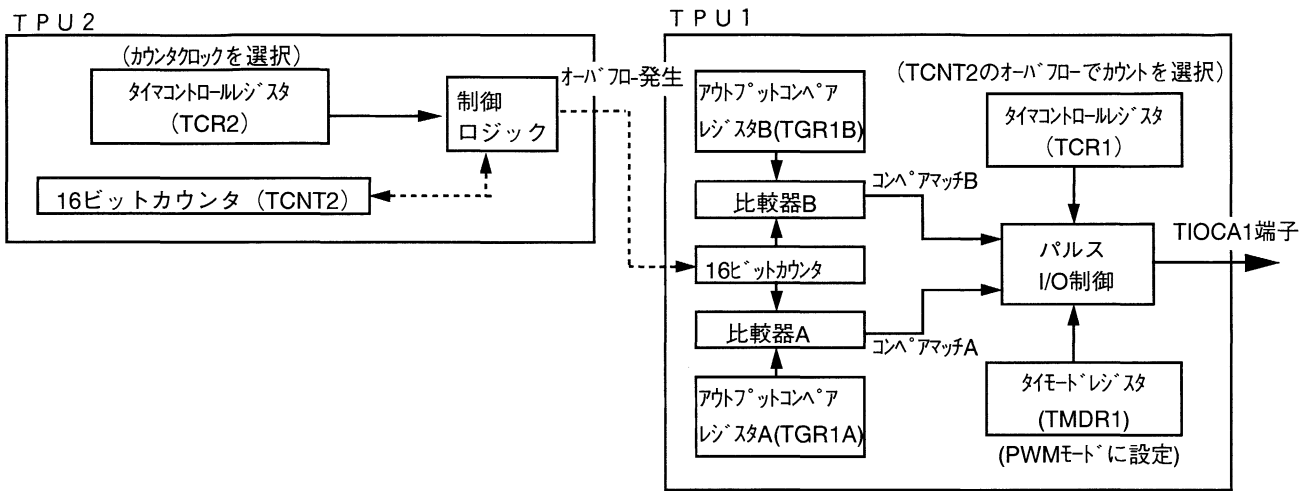

図2 長周期パルス出力ブロック図
(1) 本タスク例ではTPU1とTPU2の16ビットカウンタを接続して32ビットカウンタ動作を行い、TPU1から長周期パルスを出します。図2に本タスク例で使用するTPUのブロック図を示します。本タスク例では以下の機能を使用します。